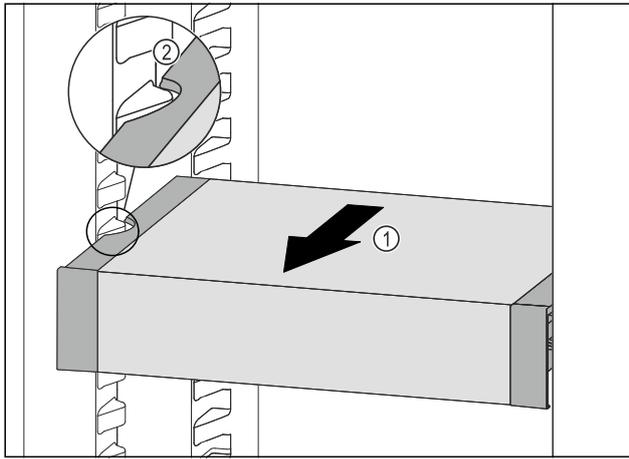

Fig. 61
- ▶ VarioSafe nach vorne ziehen Fig. 61 (1), bis sich die seitlichen Aussparungen des VarioSafes auf Höhe der Behälterrippe im Kühlteil befinden. Fig. 61 (2)